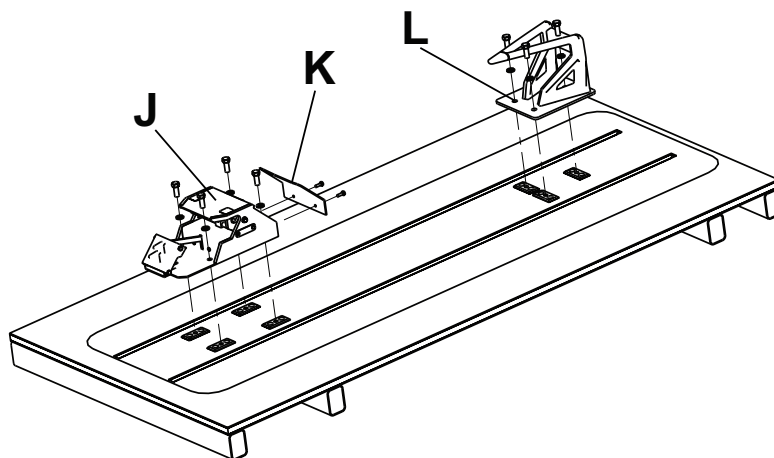
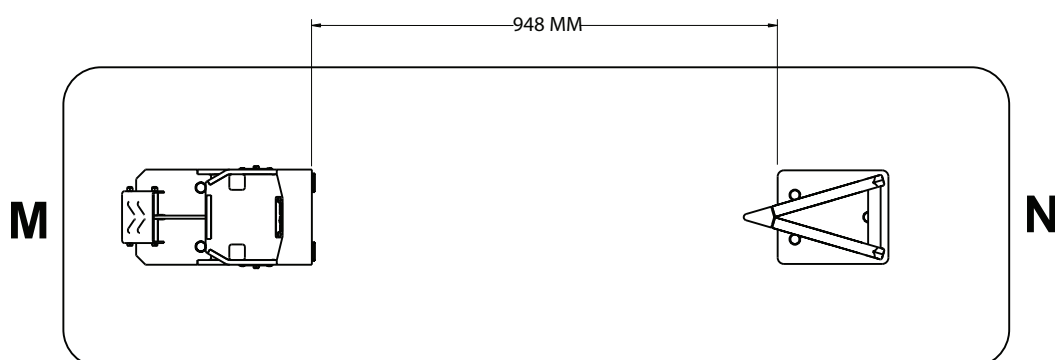
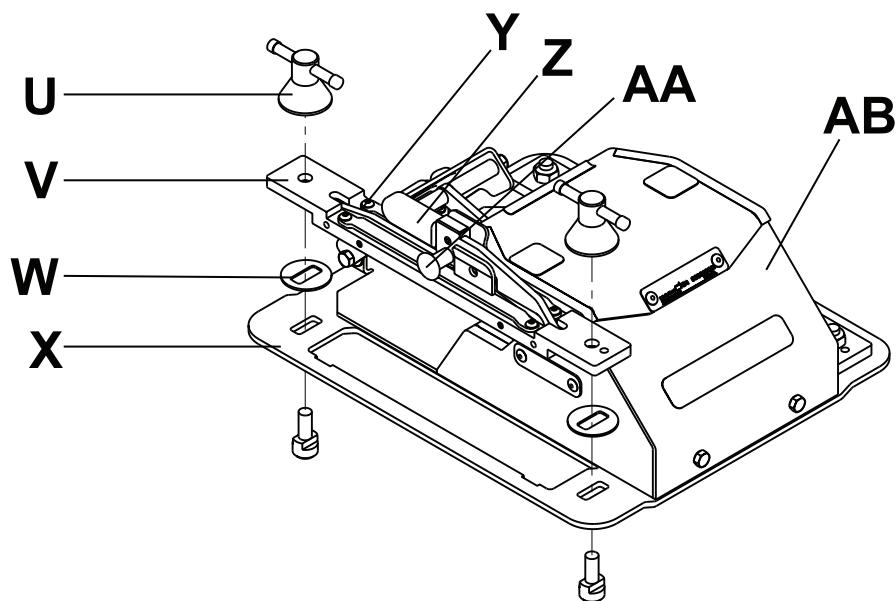

Figura 5 – Installazione del dispositivo di ancoraggio per il lato testa e lato piedi – installazione della piastra a pavimento
Figura 6 – Distanza tra i dispositivi di ancoraggio
Figura 9 – Montare il dispositivo di ancoraggio per il lato piedi
1. Rimuovere il coperchio posteriore (K) del dispositivo di ancoraggio per il lato piedi (J) (Figura 5).
4. Montare il dispositivo di ancoraggio per il lato testa (L) sulle tre piastre a pavimento e fissarlo con tre viti a testa esagonale da 1/2 di pollice-13 e rondelle di sicurezza.
5. Accertarsi di distanziare di 948 mm il dispositivo di fissaggio lato testa dal dispositivo di fissaggio lato piedi (Figura 6).
10. Accertarsi di distanziare di 948 mm il dispositivo di fissaggio lato testa dal dispositivo di fissaggio lato piedi (Figura 6).
1. Posizionare le quattro rondelle di bloccaggio fornite (6388-001-080) (W) tra il meccanismo di ancoraggio montato su pista (adattatore **NMI**) (V) e la piastra base di bloccaggio del dispositivo di ancoraggio per il lato piedi (X) (Figura 9).
2. Chiudere senza stringere i dadi con alette (U) per collegare l'adattatore **NMI** (V) alla piastra base di bloccaggio del dispositivo di ancoraggio per il lato piedi (X) (Figura 9).
5. Tirare il perno (AA) per sbloccare l'adattatore **NMI** (V) del dispositivo di ancoraggio per il lato piedi (AB) (Figura 9).
6. Tirare verso l'alto la maniglia (Z) e poi il cuneo (Y) per aprire.
7. Allineare il dispositivo di ancoraggio per il lato piedi (AB) sulla pista a pavimento.
8. Ripiegare il cuneo (Y) e poi la maniglia (Z) per bloccare l'adattatore **NMI** (V) alla pista a pavimento.
9. Chiudere i dadi con alette per collegare l'adattatore **NMI** (V) alla piastra base di bloccaggio del dispositivo di ancoraggio per il lato piedi (X).
10. Ripetere i passaggi 5-7 per installare il dispositivo di ancoraggio per il lato testa sulla pista a pavimento (Figura 5).
11. Accertarsi di distanziare di 948 mm il dispositivo di fissaggio lato testa dal dispositivo di fissaggio lato piedi (Figura 6).